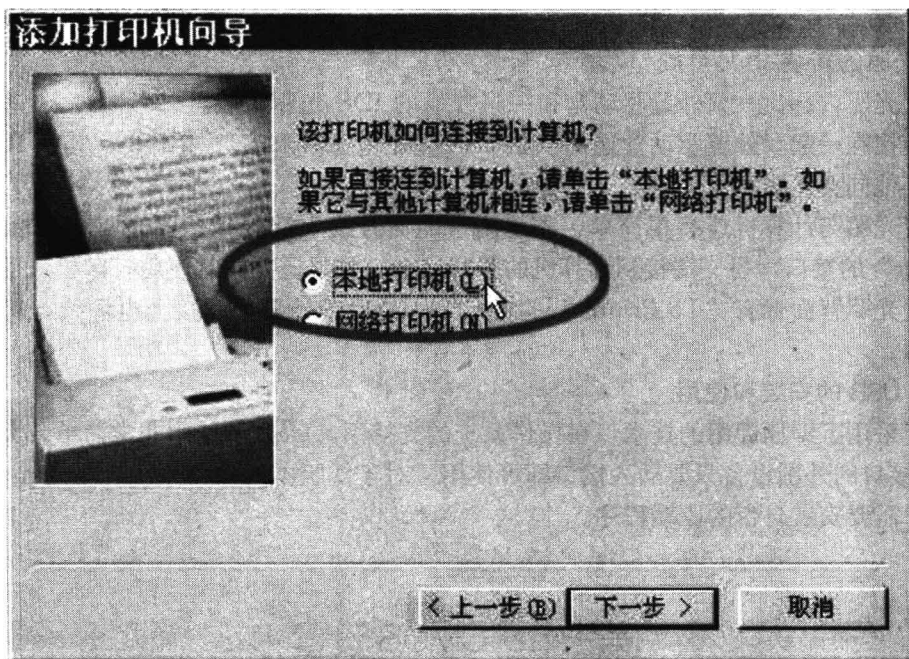

图 1—14 添加打印机
4. 双击桌面上“我的电脑”,选择“打印机”中的“添加打印机”,单击“下一步”,选中“本地打印机”,如图 1—14 所示。